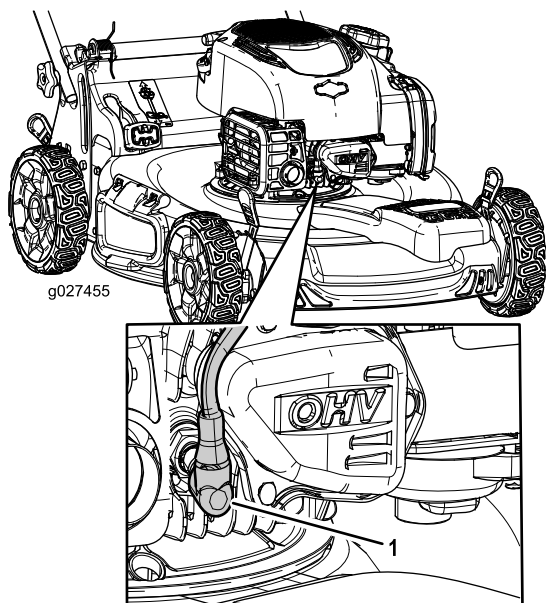

Рисунок 21
2. Отсоедините провод от свечи зажигания (Рисунок 21).